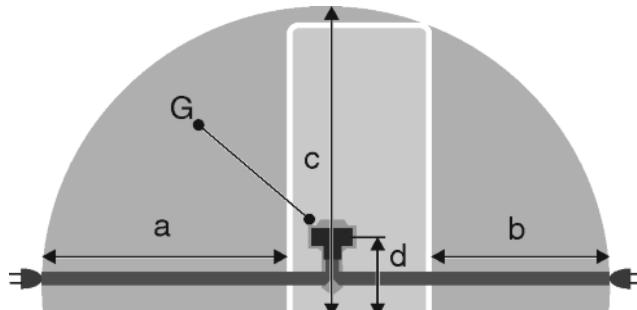

Fig. 23
- Розетка знаходиться за межами зони задньої стінки пристрою у заданому діапазоні Fig. 23 (a, b, c).
- Штекер пристрою Fig. 23 (G) вставити на задній стінці пристрою. Слід звернути увагу на належну фіксацію.